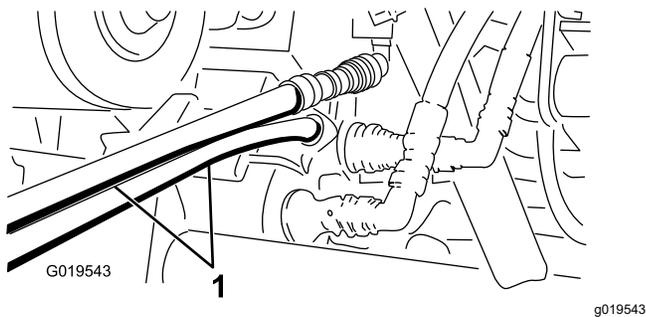

図 73
5. 救援側のワークマンのカップラブラケットにまだついているカップラに、救援用ホースを接続する上のホースは上のカップラに、下のホースは下のカップラに接続する 図 73。